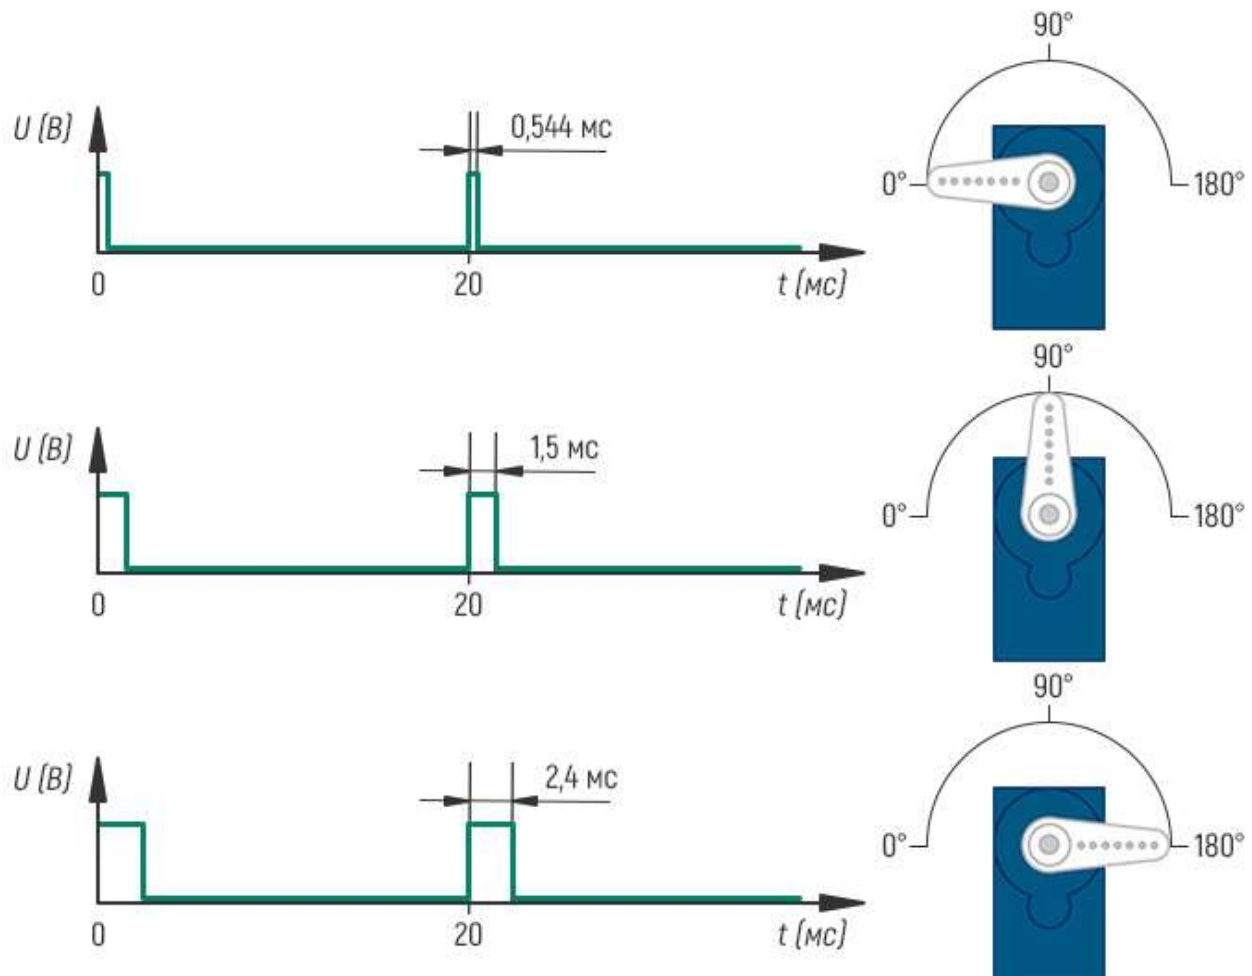

Рис.3.9 – Діаграма сигналів керування сервоприводом.
2. Розробити програмний код системи керування для забезпечення повороту валу сервопривода згідно діаграм (рис.3.9).